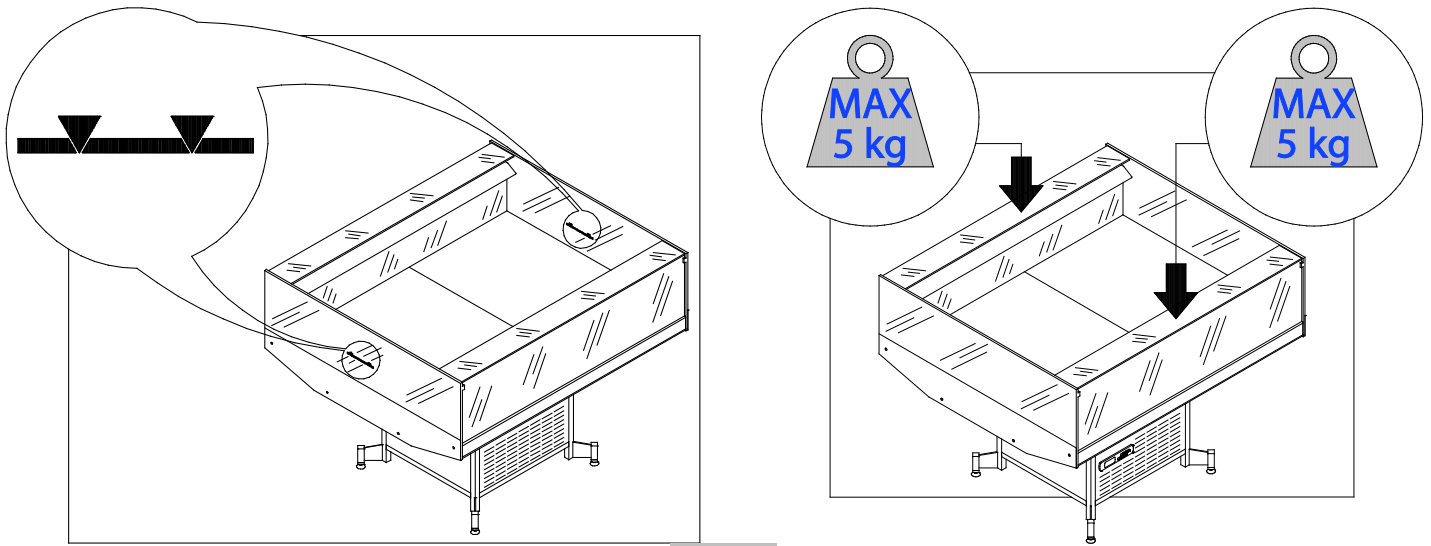

FIG. 12
- Non superare mai la linea di carico massimo riportata all'interno dell'isola (FIG. 12).